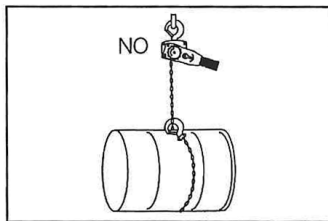

Figura 2
- NON avvolgere la catena intorno al carico e non usare la catena come imbragatura (Figura 2).